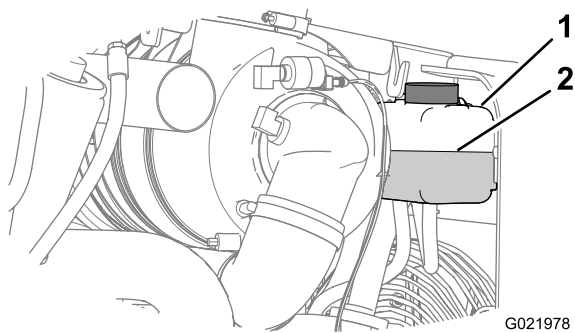

Figura 78
4. Verifique o nível de líquido de arrefecimento no reservatório (Figura 78).
Nota: Certifique-se de que o nível de líquido de arrefecimento esteja entre as marcas Min (Add) e Max (Full) no reservatório (Figura 78).